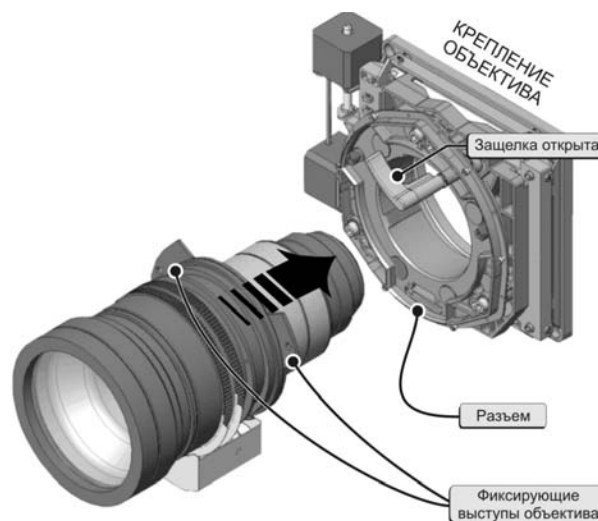

РИСУНОК 3-5 ВСТАВКА ОБЪЕКТИВА
1. Поверните защелки объектива в положение ОТКРЫТО (Рисунок 3-5).
4. Полностью вставьте объектив в отверстие, не поворачивая (Рисунок 3-5). Щелчок покажет, что насадка состыковалась с магнитами. Эти магнитные направляющие гарантируют, что объектив правильно размещен в отверстии, апертура правильно направлена, а приводы масштабирования и фокусировки объектива подключены к проектору.